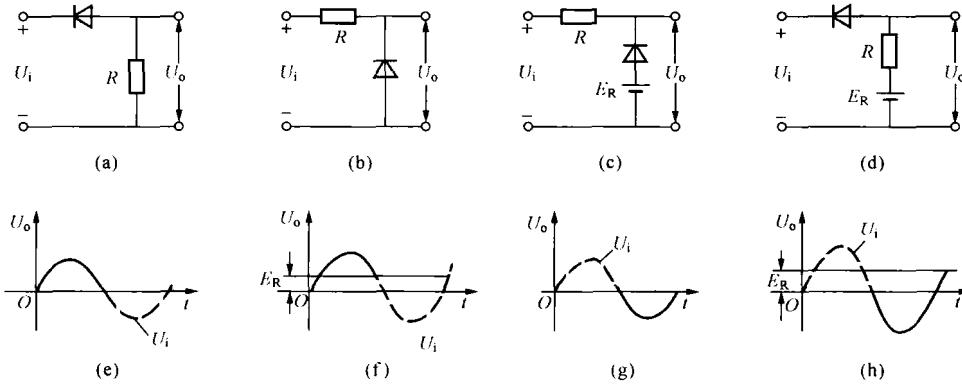

图 1-4 例 1-7 图
**【例 1-7】** 在图 1-4 电路中,  $E_R = 3V$ ,  $U_i = 6\sin\omega t$  的正弦电压, 二极管的正向压降和反向漏电流可以忽略不计, 试判断各电路的输出电压  $U_o$  波形。
解: 首先写出二极管的导通条件, 导通时  $E_R > U_i$ 。电路图 1-4 (a) 的输出电压波形为
图 1-4 (g); 图 1-4 (b) 的输出电压波形为图 1-4 (e); 图 1-4 (c) 的输出电压波形为图 1-4 (f); 图 1-4 (d) 的输出电压波形为图 1-4 (h) 所示。利用二极管的导通与截止，只把输入波形的一部分传输到输出端，而对另一部分波形加以限制，使波形修整，这种电路称为整形电路或限幅电路。